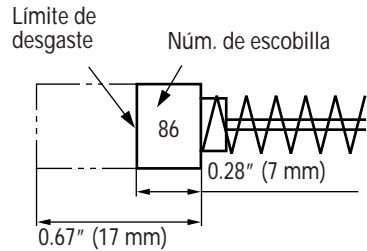

Fig. 9
4. Inspeccionar las escobillas de carbón (Fig. 9)
Al equiparse la escobilla de carbón de parada automática, el motor se detendrá automáticamente en ese momento hay que proceder a cambiar ambas escobillas de carbón por la nuevas, que tienen los mismos números de escobillas de carbón como se muestra en la Fig. 9. Además siempre hay que mantener las escobillas de carbón limpias y asegurarse de que se muevan libremente en sus porta-escobillas.
Utilice las escobillas HITACHI Núm. 86 indicadas en la Fig. 9.